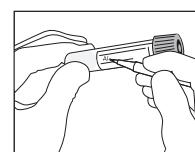

Fig. 4
6. Escreva as informações da doente na etiqueta do tubo ou coloque uma etiqueta de identificação da doente (Fig. 4).